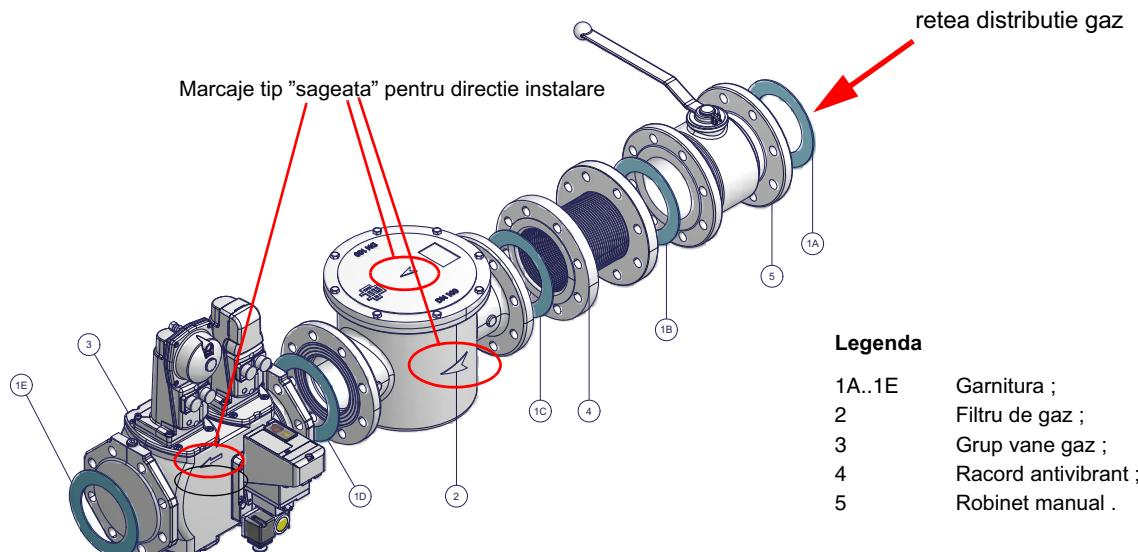

Fig. 5 - Exemplu de rampa de gaz
- 1-b) in cazul de racorduri cu flansa : introduceti o garnitura (poz.1A..1E - Fig. 5) intre componente ;
ATENTIE : imediat ce instalatia de gaz este finalizata conform schemei din Fig.5, se face testul de control al etanseatii conform procedurilor din reglementarile legale in vigoare .
ATENTIE : dupa ce rampa de gaz a fost montata conform schemei din Fig.5, trebuie realizat un test de controlare al etanseitatii in conformitate cu procedurile din reglementarile legale in vigoare .